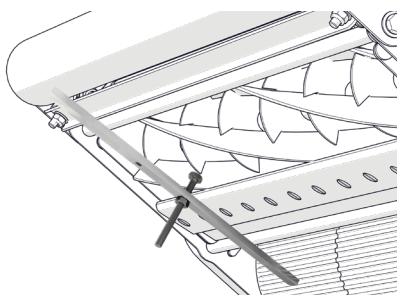

Fig. 12G - Repetir el proceso en el otro lado
8. Repita el paso 7 para ajustar la segunda posición en el otro lado del casete (Fig. 12G).